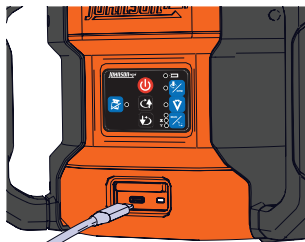

Figura 2
2. Conecte el adaptador/cargador USB tipo C al puerto de recarga del láser rotativo. (Figura 2)